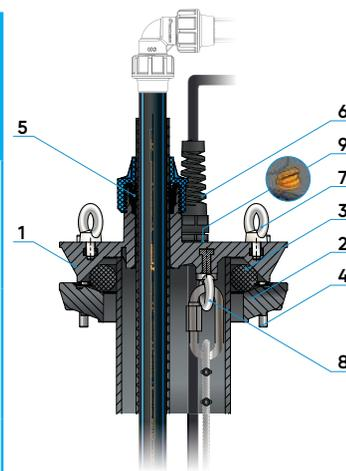

Рисунок 1
4.1 Устройство оголовка (рисунок 1):
Оголовок скважинный ОСП «ХИТ» (рисунок 1) состоит из основания (1), прижимного фланца (2), резинового кольца (3) и комплекта стяжных болтов (4) с шайбами и гайками. Основание представляет собой пластмассовую деталь, на которой установлены: цанговый зажим (5) для напорной полиэтиленовой трубы; гермоввод (6); два верхних рым-болта (7); один нижний рым-болт с карабином (8) для крепления троса; заглушка (9) для закрепления троса от сливного клапана или для установки дополнительного оборудования.